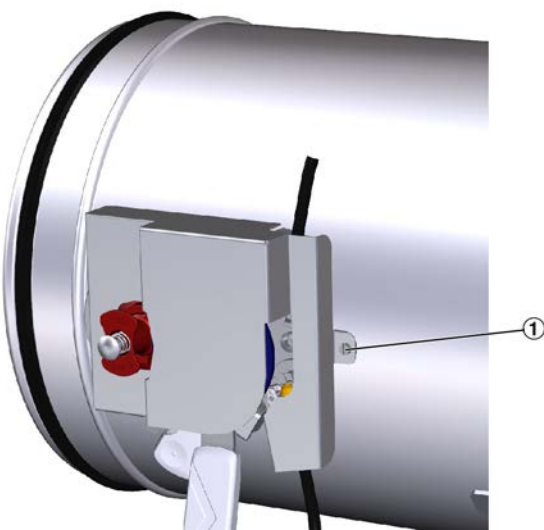

Abb. 3: FKR-EU Anschluss Potentialausgleich
- Stutzenausführung: Schraube (Abb. 3 /1) an Auslöseeinrichtung